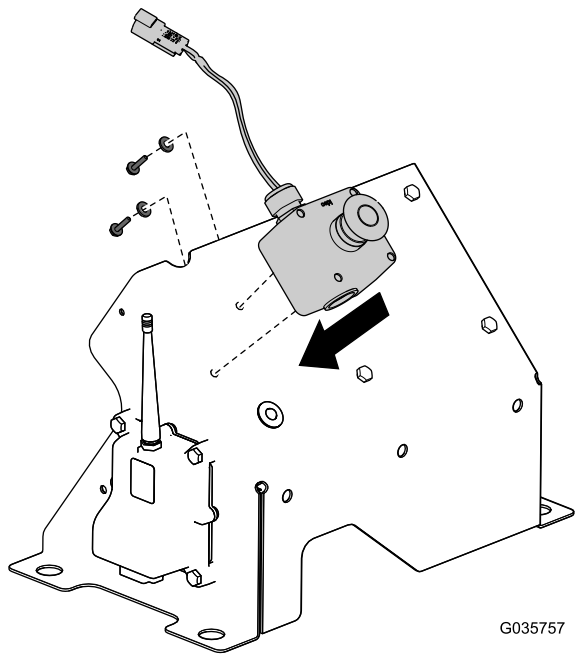

Figura 13
13. Instale o conjunto do botão E-Stop anteriormente retirado, na cobertura (Figura 13).